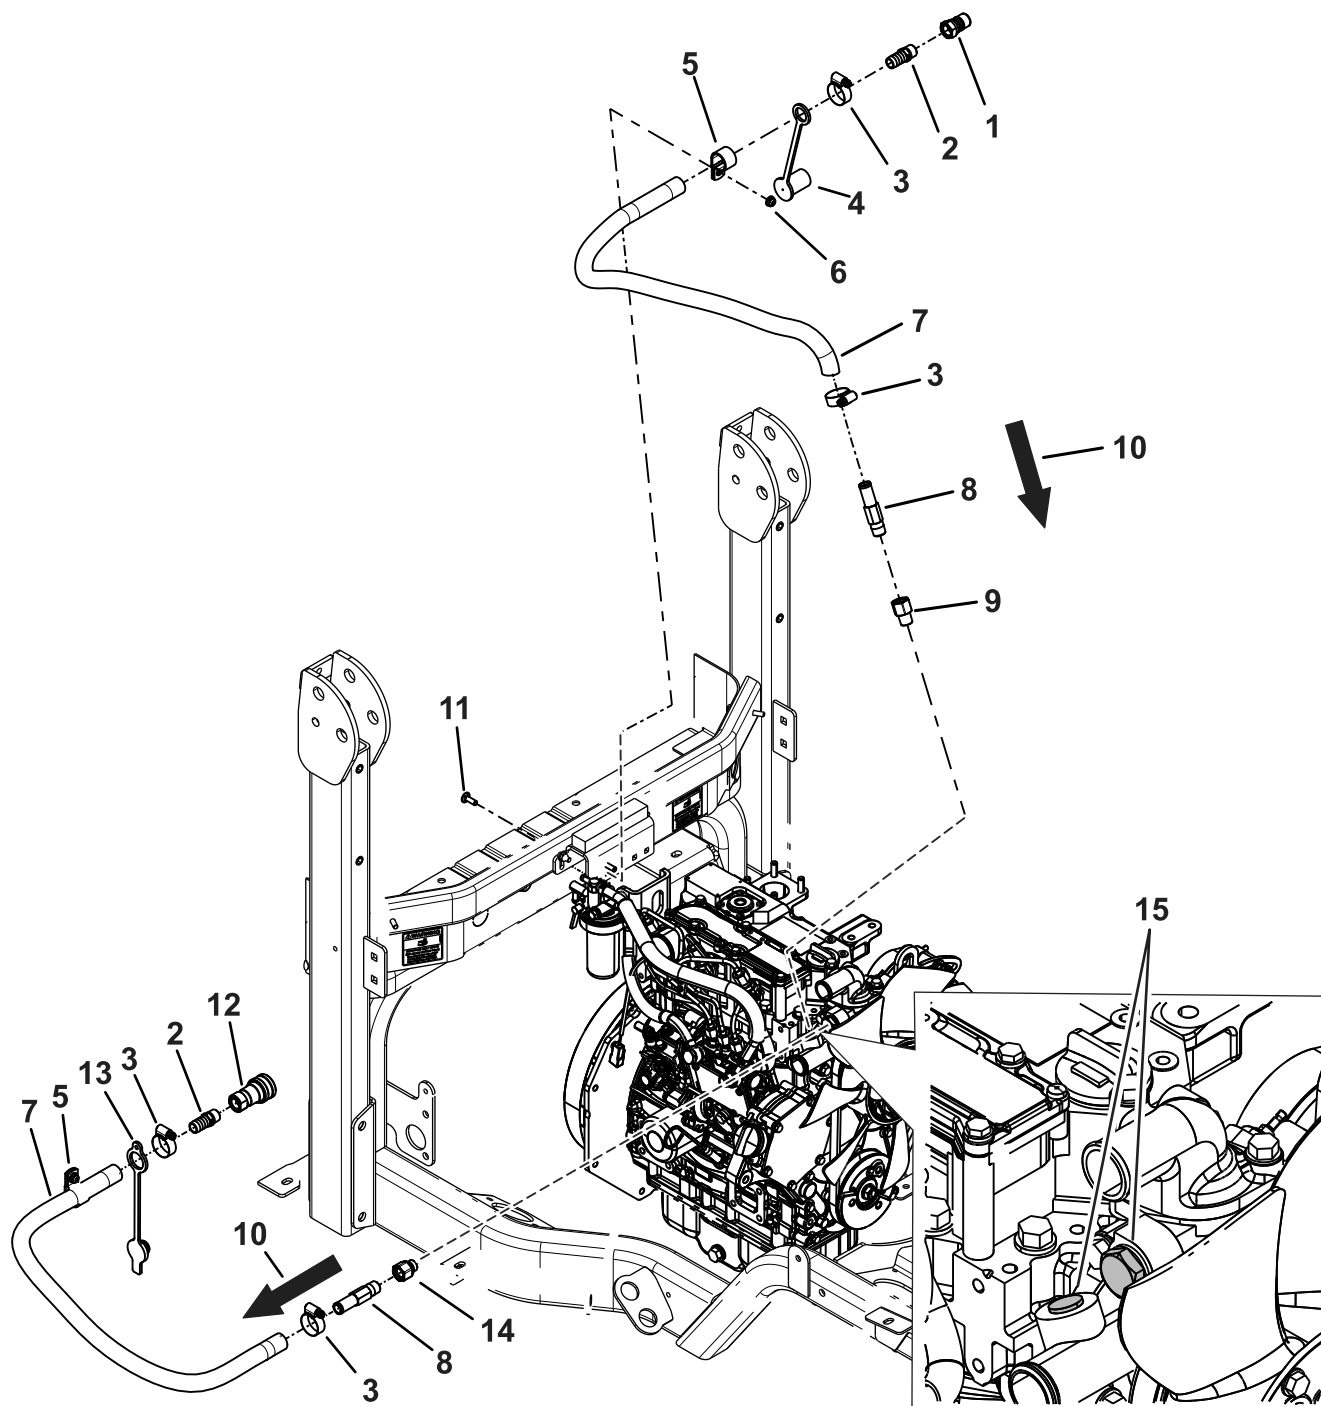
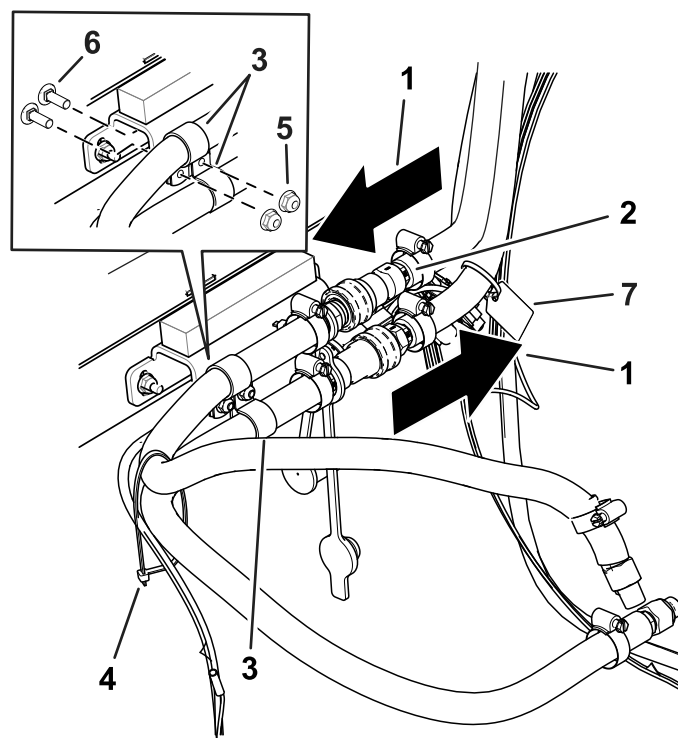

Figure 20
Figure 22
3. Glissez les bouchons protecteurs mâle et femelle sur l'extrémité cannelé des assemblages (Figure 20).
4. Vissez les raccords droits ($\frac{3}{8}$ NPT x $\frac{5}{8}$ cannelé) dans les coupleurs mâle et femelle (Figure 20).
6. Insérez l'extrémité cannelée des assemblages dans les flexibles et fixez-les avec les colliers (Figure 20).
7. Installez l'adaptateur droit ($\frac{3}{8}$ ") sur le raccord du moteur où se branche le flexible muni du coupleur mâle (Figure 20).
8. Installez l'adaptateur droit (M16) sur le raccord du moteur où se branche le flexible muni du coupleur femelle (Figure 20).
11. Localisez et retirez les bouchons du moteur montrés à la Figure 20.
16. Enfilez les flexibles sur les extrémités cannelées des raccords du moteur et fixez-les avec les colliers (Figure 20).
17. Installez les colliers en R sur les flexibles (Figure 20).
18. Fixez les flexibles au dos de la cabine avec 2 boulons de carrosserie et 2 écrous (Figure 20 et Figure 22).